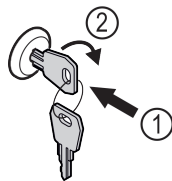

Fig. 144 Зображення для прикладу
- ▶ Вдавити ключ Fig. 144 (1).
- ▶ Повернути ключ на 90° за годинниковою стрілкою Fig. 144 (2).